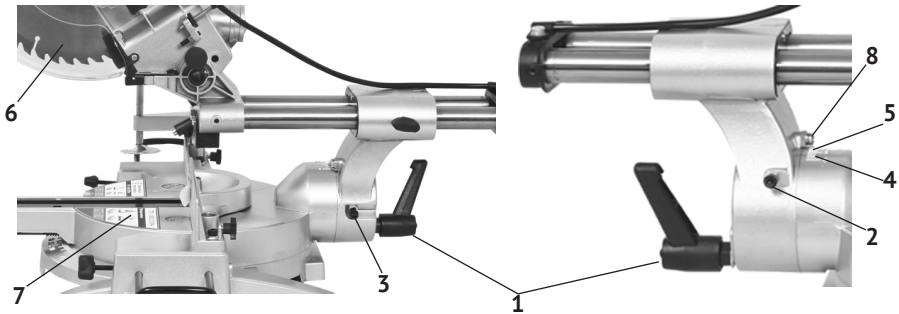

рис.3
- для установки угла наклона необходимо: ослабить рукоятку-фиксатор (рис.3 поз.1), установить необходимый угол распила по шкале (рис.3 поз.4), поворачивая режущий блок за рукоятку пилы, и надёжно зафиксировать рукоятку-фиксатор.
- установить рабочий стол (рис.3 поз.7) в нулевое положение;
- ослабить контргайку винта (рис.3 поз.2);
- установить транспортир (электронный угломер), измеряющий угол между плоскостью рабочего стола (рис.3 поз.7) и пильного диска (рис.3 поз.6);
- шестигранным ключом из комплекта поставки поворачивать винт (рис.3 поз.2) до точной установки угла 90° между диском и рабочим столом;
После установки точного положения угла, проверить положение стрелки-указателя (рис.3 поз.5) на шкале (рис.3 поз.4). При несовпадении с нулевым положением, ослабив винт крепления стрелки (рис.3 поз.8), откорректировать её положение и зафиксировать винтом.
- ослабить контргайку винта (рис.3 поз.3);
- установить транспортер (электронный угломер), измеряющий угол между плоскостью рабочего стола (рис.3 поз.7) и пильного диска (рис.3 поз.6);
- шестигранным ключом из комплекта поставки поворачивать винт (рис.3 поз.3) до точной установки угла 45° (влево) между диском и рабочим столом;